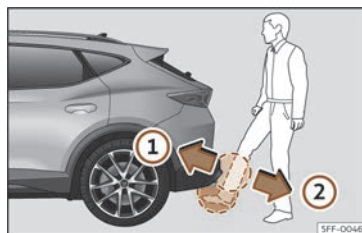

Fig. 82 Hayon du coffre à bagages à ouverture contrôlée par capteur (Easy Open).
- Approchez rapidement votre pied et le bas de votre jambe le plus près possible du pare-chocs. Le bas de la jambe doit s'approcher de la zone du capteur supérieur et le pied de la zone du capteur inférieur >>> **fig. 82 ①**.
- Retirez rapidement votre pied et le bas de votre jambe de la zone des capteurs >>> **fig. 82 ②**. Le hayon arrière s'ouvre automatiquement.